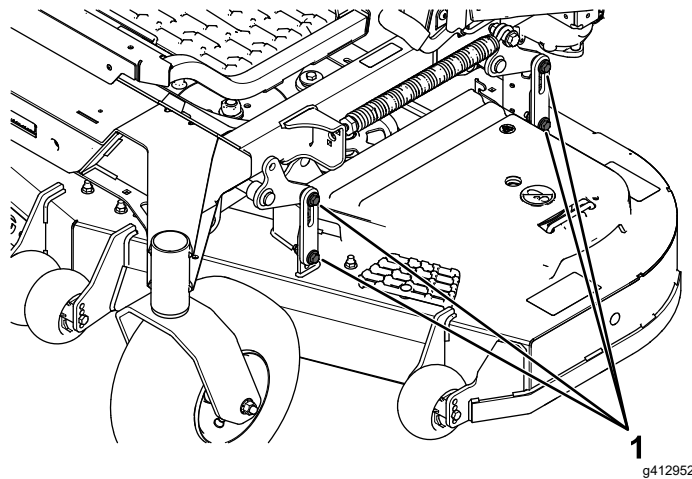

Figura 104
16. Afloje las contratueras (Figura 104) en las 4 esquinas y asegúrese de que la carcasa de corte queda bien asentada sobre los 4 bloques.